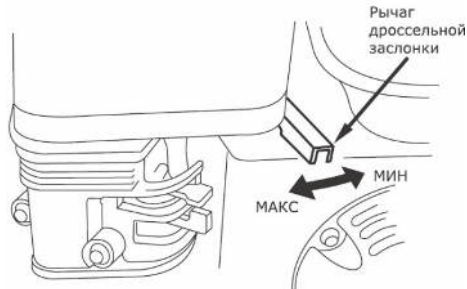

Рис. 9
5. Поверните рычаг дроссельной заслонки на $\frac{1}{2}$ хода в сторону положения «Макс» (Рис. 9).